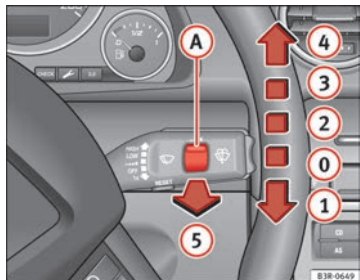

Abb. 100 Scheibenwischerhebel
Der Scheibenwischerhebel ⇒ Abb. 100 hat folgende Stellungen:
Betätigen Sie bei eingeschaltetem Licht die Wisch-/Waschautomatik → Abb. 100 ⑤, wobei Sie den Hebel länger als etwa 1 Sekunde angezogen halten.